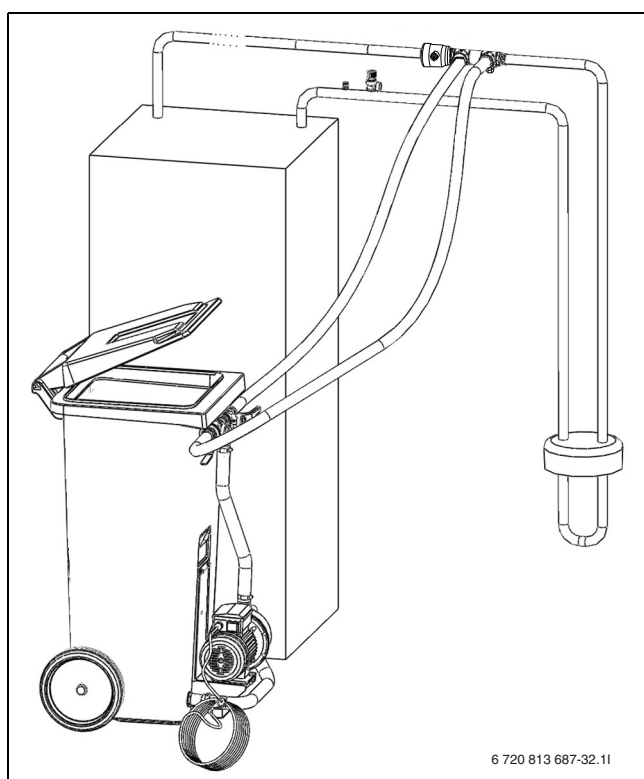

Рис. 13 Заполнение через станцию
- Подсоедините два шланга к заполняющей станции и заполняющему устройству (→ рис. 13).